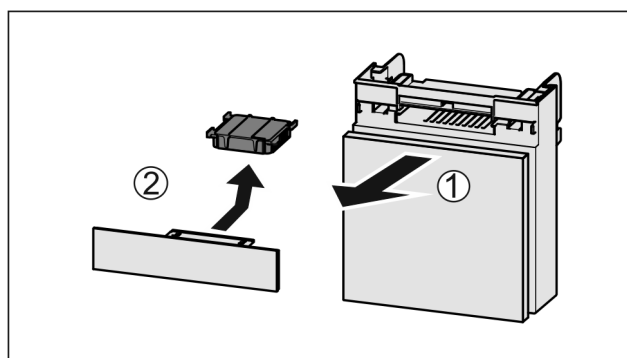

Fig. 154
- Tërhiqni kutinë nga përpara Fig. 154 (1).
- Hiqni filtrin me karbon aktiv Fig. 154 (2).